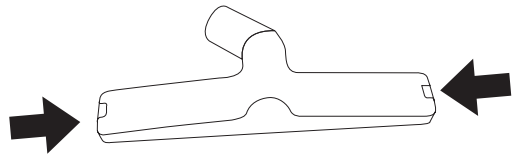

Fig. 8 – Travas laterais para instalação dos acessórios
- O bocal multiuso permite a utilização com a escova para aspirar materiais sólidos ou sem escova para aspirar líquidos. Para instalar estes acessórios (para sólidos ou líquidos) basta pressionar as travas laterais, conforme mostra a Fig. 8.